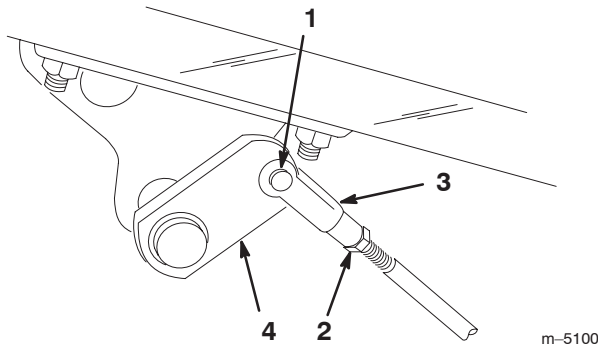

Bild 43
2. Klemmen Sie, wenn die Bremsen nicht gleichmäßig blockieren, die Bremsstangen ab, indem Sie den Splint und den Lastösenbolzen entfernen (Bild 43).
3. Lockern Sie die Klemmmutter und stellen Sie die Lastös entsprechend ein (Bild 43).
4. Bringen Sie die Lastös am Bremsbügel an (Bild 43).